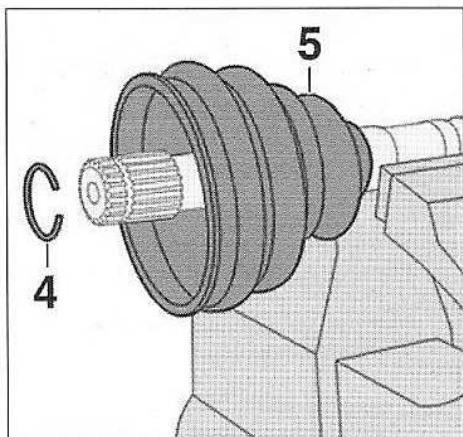

FIG.11
- l'anneau d'arrêt (4) (Fig.11),
- le soufflet de transmission (5).